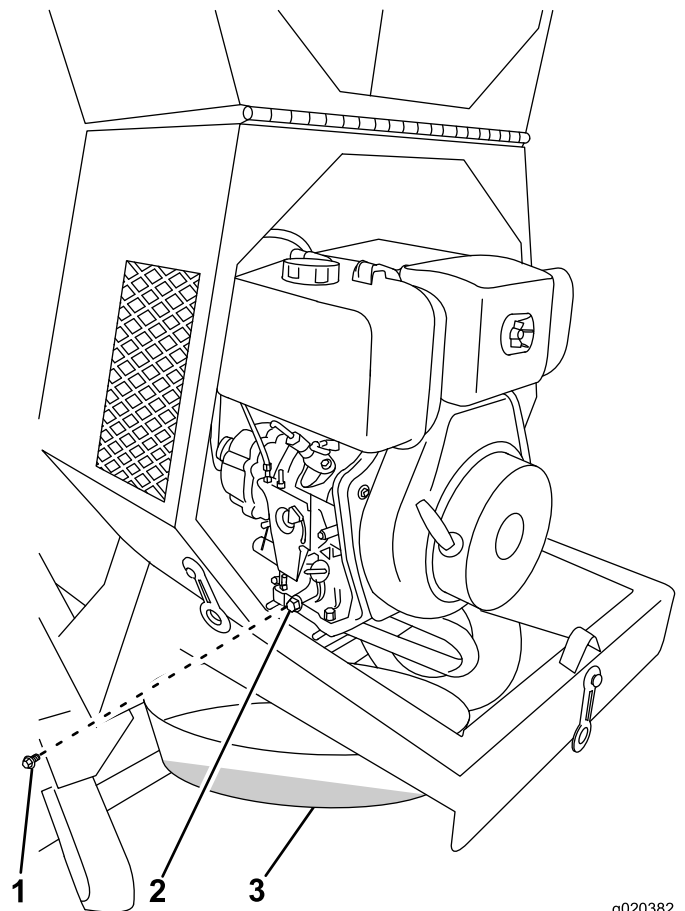

Figura 35
- Coloque un recipiente de vaciado de aceite debajo del orificio de vaciado de aceite del motor (Figura 35).
- Retire el tapón de vaciado y recoja el aceite en el recipiente (Figura 35).
- Cuando se haya drenado completamente el aceite, coloque el tapón de vaciado con una arandela nueva (Figura 35).